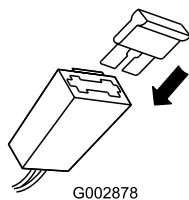

Рисунок 40
2. Замените плавкий предохранитель в держателе (Рисунок 40).